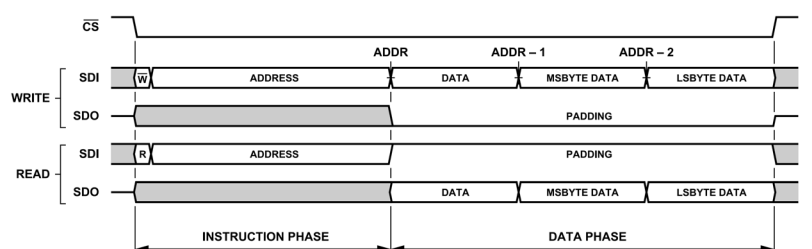
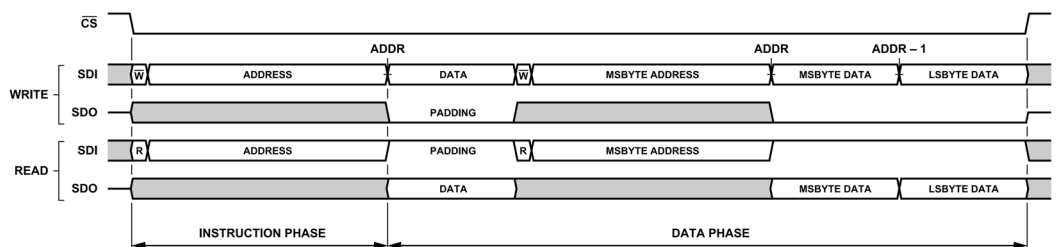
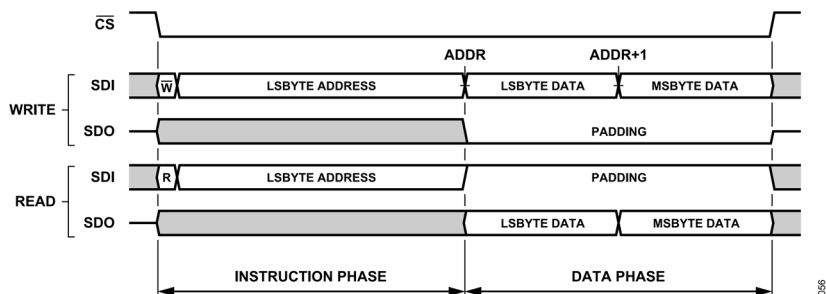

図 54. インターフェース・アクセスの例、インターフェースのデフォルト設定、ストリーミング・モード (ADDR_ASCENSION = 0)
図 55. インターフェース・アクセスの例、単一命令モード (SINGLE_INST = 1)、その他すべてのインターフェース・オプションのデフォルト
図 58. 単一命令フォーマット、ADDR_ASCENSION = 1 (インクリメント)、STRICT_REGISTER_ACCESS = 1 (イネーブル)
図 54 は、デフォルトのインターフェース設定を使用したシリアル・トランザクションの汎用 SPI フレーム・フォーマットを示しています。この例では、バイト幅レジスタとマルチバイト・レジスタで構成される設定レジスタ空間の一部がアクセスされます。バイト幅レジスタのアドレスは最上位アドレス (ADDRESS) にあり、マルチバイト・レジスタの最上位バイトはレジスタ・セグメントの最下位アドレスにあります。デフォルトでは、ADDR_ASCENSION プロパティは降順に設定されています。これは、最上位のレジスタのアドレスが命令フェーズ
単一命令モード (SINGLE_INST = 1) では、メモリ・アクセス・コントローラは、図 55 に示すように、所与の SPI フレーム内でアクセスされる各レジスタに対して伝送する命令フェーズを必要とします。このモードは、特定の SPI フレーム内でレジスタ空間の隣接していないセクションへのアクセスが必要な場合に便利です。ストリーミング・モードでは、一意のレジスタ・アクセスごとに新しい SPI フレームを開始することで、同じアクセスの柔軟性を実現できることに注意してください。
前のセクションで説明したように、アドレス・アセンション選択 (ADDR_ASCENSION) ビットは、ストリーミング・モード (SINGLE_INST=0) で AD4088 に伝送されるデータの各バイトに対して内部インターフェース・アドレス・ポインタがどのように更新されるかを決定します。単一命令モード (SINGLE_INST = 1) を使用する場合、各レジスタは、図 55 に示されるように、それ自身の命令フェーズを通して直接アドレス指定され、したがって、アドレス・ポインタは更新されません。SINGLE_INST の設定にかかわらず、ADDR_ASCENSION ビットは、命令フェーズの開始アドレスの選択およびデータ・フェーズ・ペイロードのバイト順序に関して、SPI フレームのフォーマットに直接影響します。この影響については、厳密アクセス選択とマルチバイト・レジスタのセクションで詳しく説明します。これは、データ・フォーマットの多くがこのインターフェース設定の選択に依存しているためです。ADDR_ASCENSION 選択ビットは、インターフェース設定 A レジスタ (インターフェース設定 A レジスタのセクションを参照、アドレス 0x00) にあります。
この概念を拡張すると、STRICT_REGISTER_ACCESS = 1 の場合、データ転送の最初のエンティティとしてマルチバイト・レジスタにアクセスする SPI フレームは、命令ワードの開始アドレスを ADDR_ASCENSION 選択に対応するように正しく設定する必要があります。アドレス・カウンタが自動的にデクリメントする場合 (ADDR_ASCENSION = 0) は、そのマルチバイト・レジスタの最下位バイトのレジスタ・アドレスを先頭アドレスとし、逆に自動的にインクリメントする場合は、最上位バイトのレジスタ・アドレスを先頭アドレスとします。ADDR_ASCENSION が自動アドレス・デクリメント (0) から自動インクリメント (1) に変更された結果、図 54 と図 55 は、図 57 と図 58 に示すように変更され、データ・フェーズ・バイト順序および命令フェーズ・マルチバイト・レジスタ開始アドレスの変更に対応します。